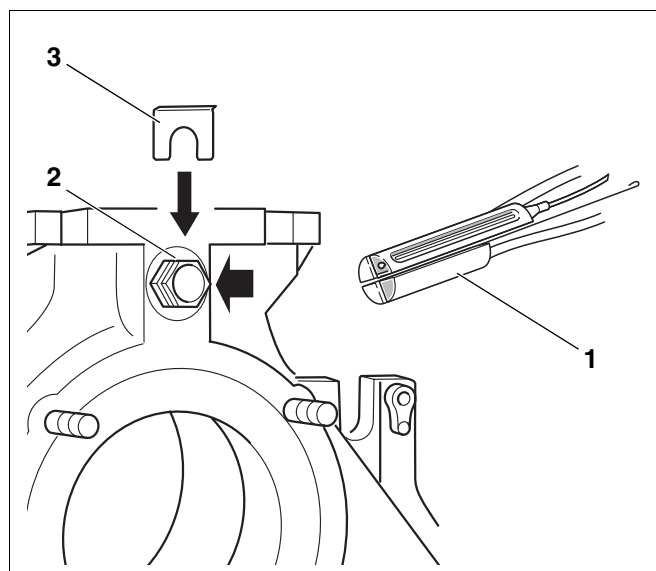

Fig. 60 Montering af følerbundt
Følerlommen er allerede blevet sat i fremløbstilslutningsstudsene og tætnet (se afsnit 2.4.5). Følerbundtet, som er tilsluttet instrumentpanelet (tre følere, et følerblindstykke (Fig. 60, **pos. 1**)) indsættes i følerlommen R^{3/4}".
- Før kapillarrørføleren til følerlommen i kedlen, før her følerne ind i følerlommen (Fig. 60, **pos. 2**), og fastgør dem med følersikringen (Fig. 60, **pos. 3**).